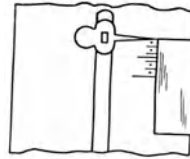

Fig. 23.
b) Hänge die unbelastete Wage lotrecht frei auf. Schiebe die Blechklammer so weit nach oben oder unten, daß einer ihrer Ränder mit der Spitze oder dem Rande des Wagezeigers zusammenfällt (Fig. 23). Liegt der Zeiger über dem Nullstrich, so ist der Fehler